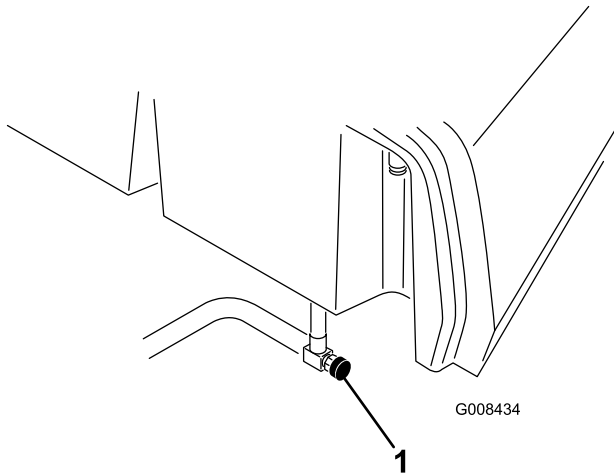

Figure 40
1. Fermez le robinet d'arrivée de carburant (Figure 40) situé au-dessous du réservoir de carburant.